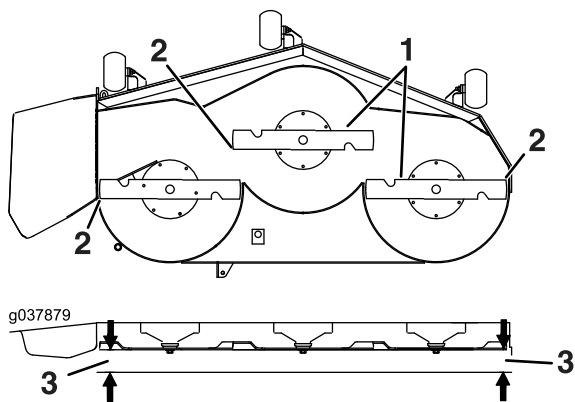

Bild 79
6. Messen Sie den Abstand zwischen der Messerspitze und der ebenen Oberfläche (Bild 79). Wenn beide Messwerte nicht innerhalb von 5 mm liegen, stellen Sie die Nivellierung ein; fahren Sie mit diesen Schritten fort.
14. Drehen Sie die Schnittmesser vorsichtig von einer Seite zur anderen (Bild 79).